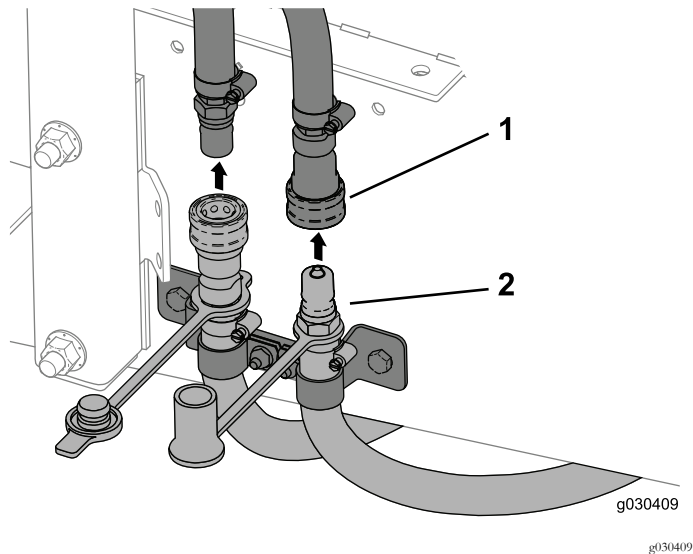

Bild 63
2. Schließen Sie den Heizungsschlauch ab (Bild 63).